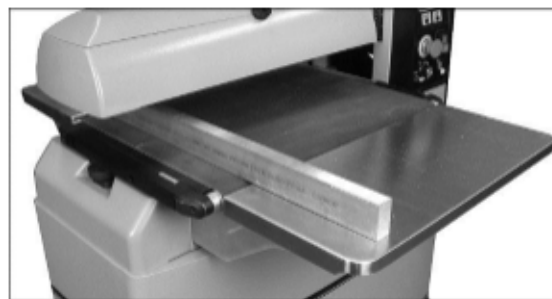

Рис. 3
3. Положите поверочную линейку на настил транспортера и удлинение стола. См. Рис. 3.